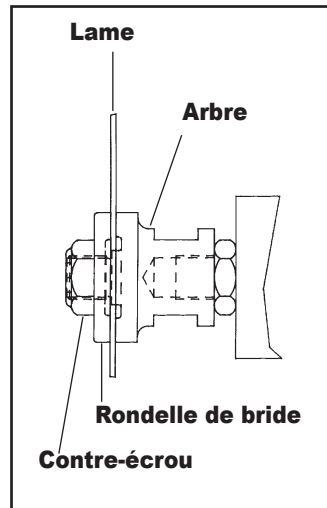

FIG. 2
- Arbre standard - Installez la lame sur l'épaulement d'arbre de 5/8 de diamètre (Fig. 2). Installez le collet, face allégée tournée vers la lame et vissez le contre-écrou. Tout en maintenant une clé (fournie) sur le plat de l'arbre de © 7/8, serrez le contre-écrou. La lame doit être complètement contre l'épaulement d'arbre et de niveau sur la face de l'arbre.